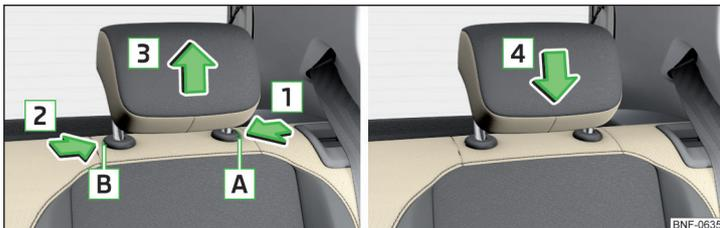

Abb. 54 Kopfstütze hinten herausnehmen/einsetzen
- › Die Sicherungstaste **A** in Pfeilrichtung **1** halten, gleichzeitig mit dem Fahrzeugschlüssel die Sicherungstaste in der Öffnung **B** in Pfeilrichtung **2** drücken und die Stütze in Pfeilrichtung **3** herausnehmen » Abb. 54.